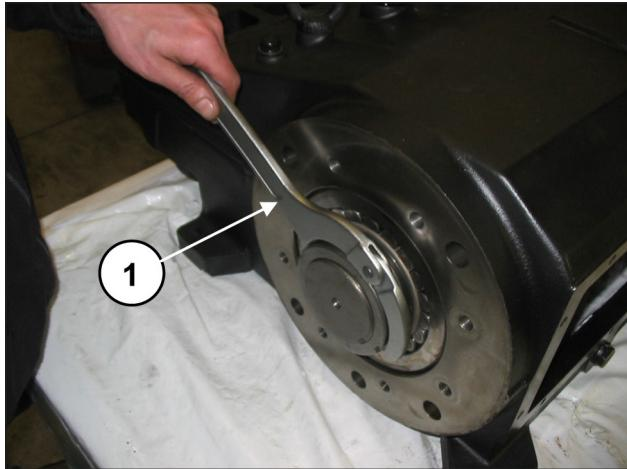

Fig. 17
Usando uma chave adequada, solte o anel de bloqueio (pos. ①, Fig. 17), depois remova o anel e a arruela de segurança (pos. ①, Fig. 18).